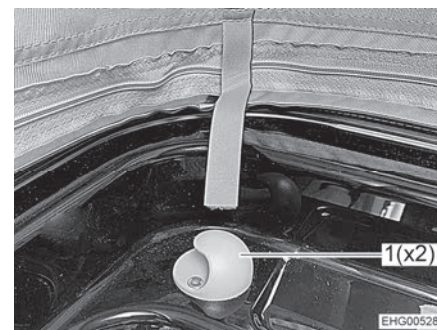

Fig. 63 Fixation
- Accrocher le filet de sécurité aux deux fixations (Fig. 63,1).